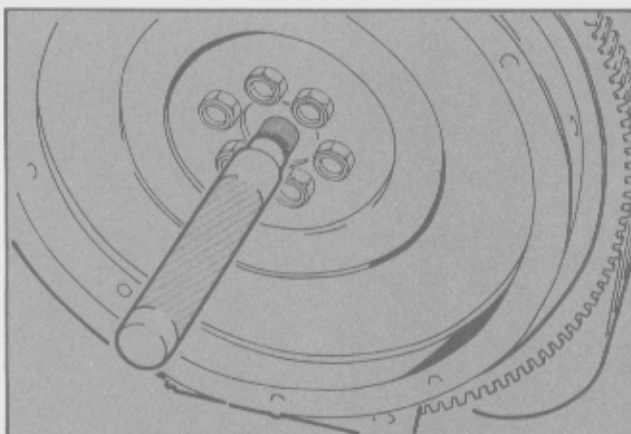

Fig. 50 - Colocación del buje piloto.
- Colocar el buje piloto utilizando la herramienta especial T74G-7600-BAS (Fig. 50).